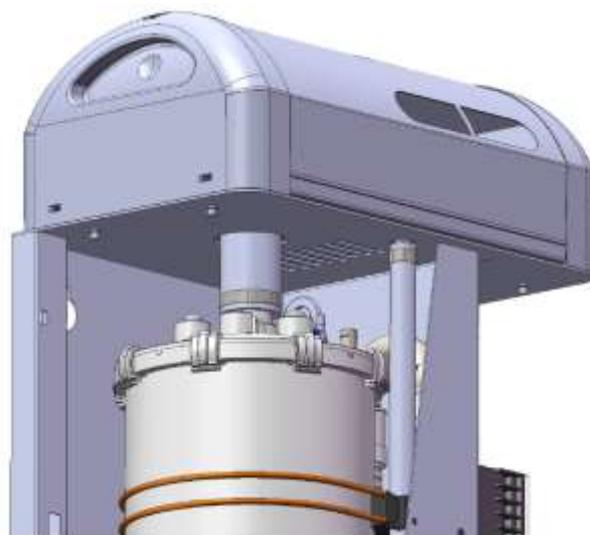

Fig. 3
5. Après avoir inséré le tuyau de vapeur dans son logement de 25mm et le tuyau d'évacuation de la condensation fourni à la sortie diamètre 10 de la tête, serrer les colliers fournis sur les 2 tuyaux (**Fig. 3**).